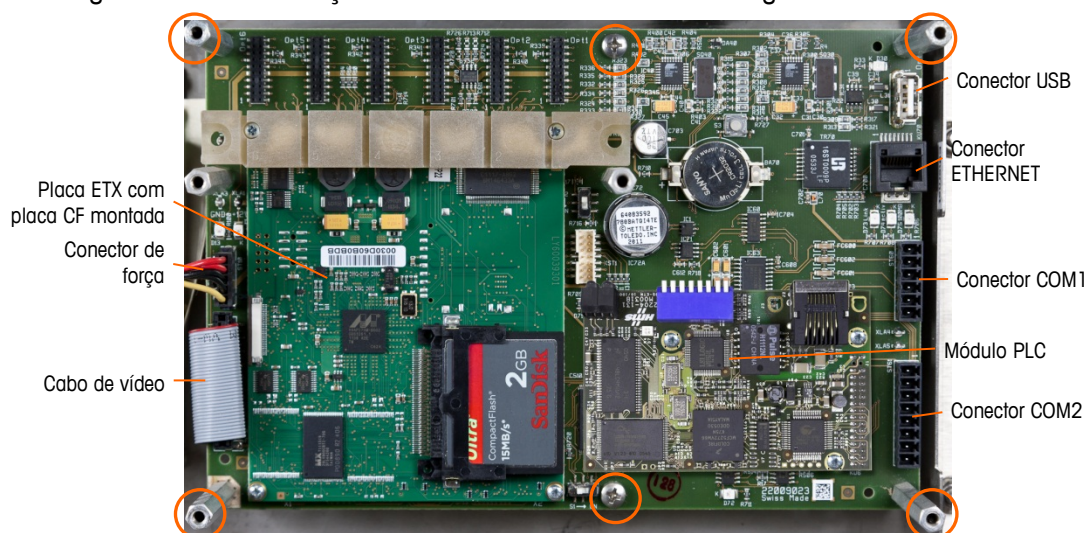
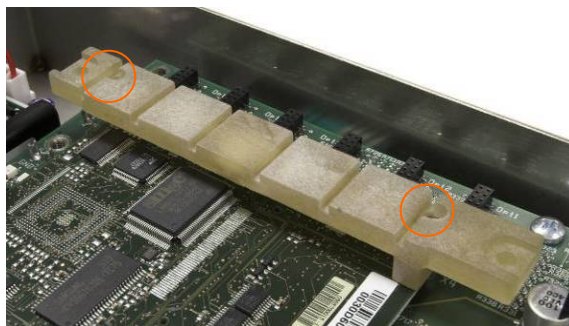
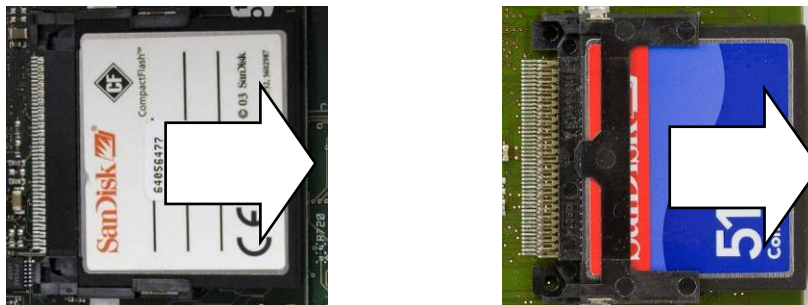

Figura 3-52: Conexões da Placa Principal e Parafusos de Montagem
Figura 3-55: Localizações de parafuso de guia de placa inferior
Figura 3-61: Remoção de placa CF – Original (esquerda) e Novo (direita) ETX
11. Remova todos os conectores periféricos de seus soquetes – COM1, COM2, Ethernet, USB, energia e vídeo. Localizações do conector são indicadas na Figura 3-52.
13. Desparafuse e remova os seis parafusos que fixam a placa principal ao gabinete. Suas localizações são circuladas na Figura 3-52. No caso de um terminal de montagem em painel, os quatros fixadores externos serão suportes sextavados, como mostrado na Figura 3-53.
1. Remova os dois parafusos que fixam a guia da placa inferior e a placa ETX para a placa principal (Figura 3-52). As localizações desses parafusos estão indicadas na Figura 3-55.
1. Observe a orientação da placa ETX indicada na Figura 3-52. Os conectores ETX são dispostos de forma que não possam ser instalados de forma invertida.
5. Instale os parafusos para fixar a placa na placa principal. Dois desses parafusos também estão fixados na guia da placa inferior. Essa barra é assimétrica e deve ser montada na orientação indicada na Figura 3-55. Observe que a ponta mais longa está orientada em direção à bateria da placa principal.
Para remover uma placa CF da placa ETX, segure as laterais da placa CF e deslize-a para fora do soquete, na direção indicada na Figura 3-61. Pode ser necessário mover a placa ligeiramente para o lado para desengatá-la. Se qualquer opção de módulo de interface CLP for instalada, ela pode precisar ser removida primeiro.
Observe que a Figura 3-61 mostra a placa CF na mesma orientação que a Figura 3-52.